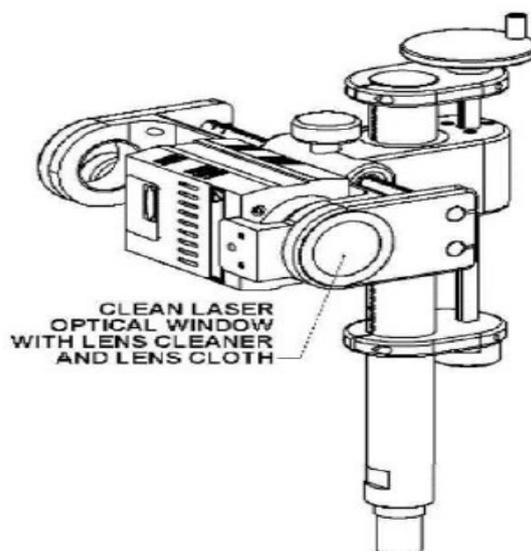

Figura 57. Limpeza da janela óptica do laser.
- Borrife o limpador de lentes na janela óptica do cabeçote do laser e limpe cuidadosamente a janela com o pano para lentes conforme mostrado na Figura 57.